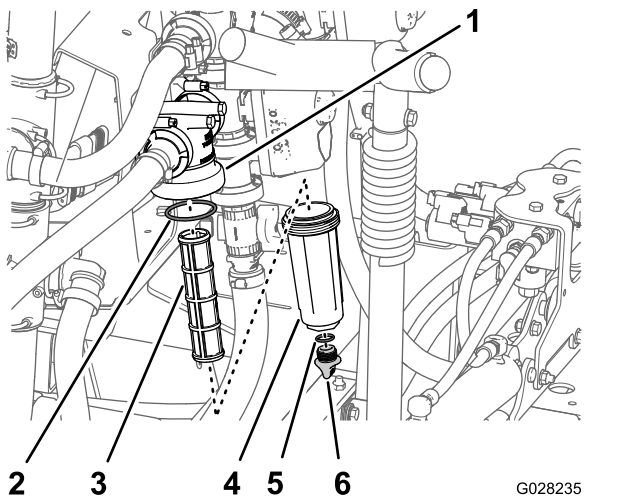

図 22
- 圧力フィルタのボウルについているドレンキャップを左に回して外す 図 22。
- ボウルを左に回してフィルタヘッドを外す 図 22。
- 圧力フィルタエレメントを外す 図 22。
- ドレンプラグのガスケットボールの内側とボウルのガスケットフィルタヘッドの内側に傷や破損がないか点検する 図 22。
- 圧力フィルタエレメントをフィルタヘッドに取り付ける 図 22。
- フィルタヘッドにボウルを取り付けて手締めする 図 22。
- ボウルの底部のフィッティングにドレンキャップを取り付けてキャップを手締めする 図 22。